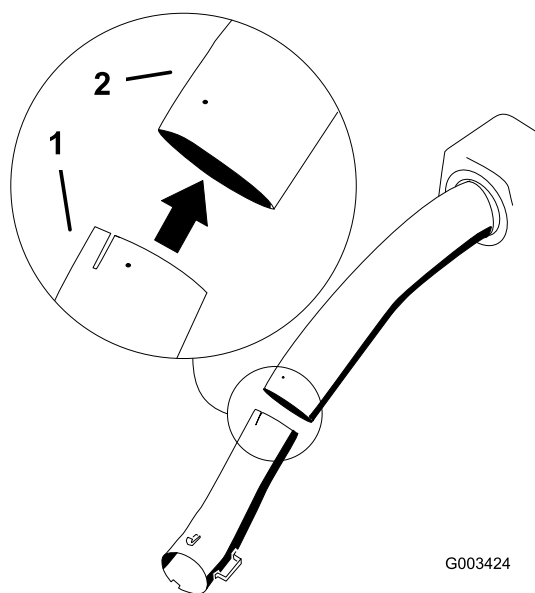

Figura 41
7. Instale el tubo inferior en el tubo superior (Figura 41).